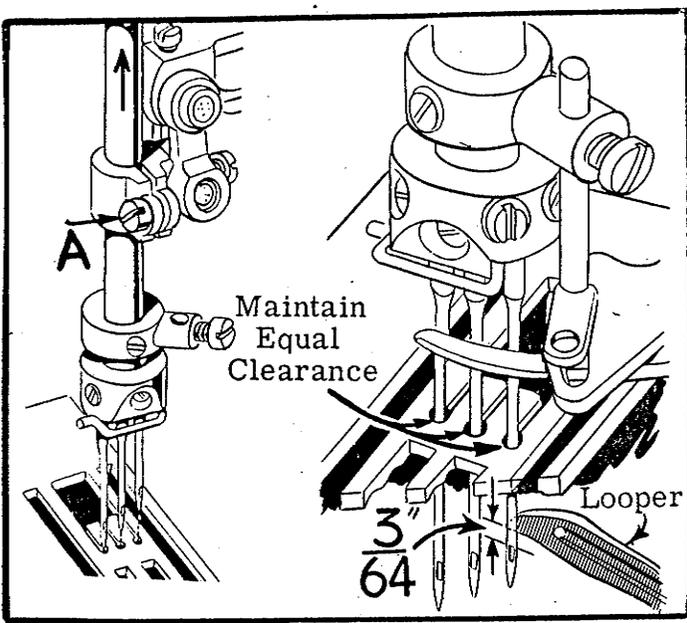

Fig. 22
Fig. 22 Cuando el looper se mueve desde la derecha a la izquierda y la punta del looper está nivelada con el lado izquierdo de la aguja derecha (detrás de la aguja), ajuste la altura de la barra-aguja de manera que la parte superior del ojo de la aguja esté $3/64$ " (1'19 mm.) por debajo de la línea inferior de la hoja del looper. El ajuste se realiza aflojando el tornillo (A) y moviendo la barra-aguja hacia arriba o hacia abajo según sea necesario. Deberá cuidarse de no alterar la alineación de la barra-aguja cuando se está moviendo o cuando se está apretando de nuevo el tornillo de sujeción. Es necesario igual separación alrededor de las aberturas agujas de la plancha-aguja.